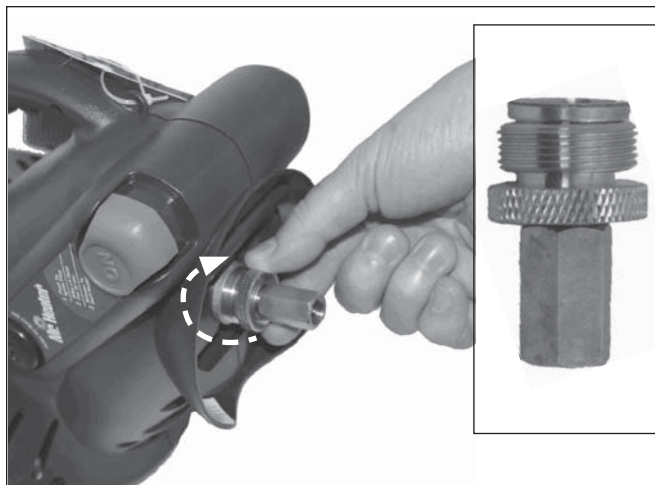
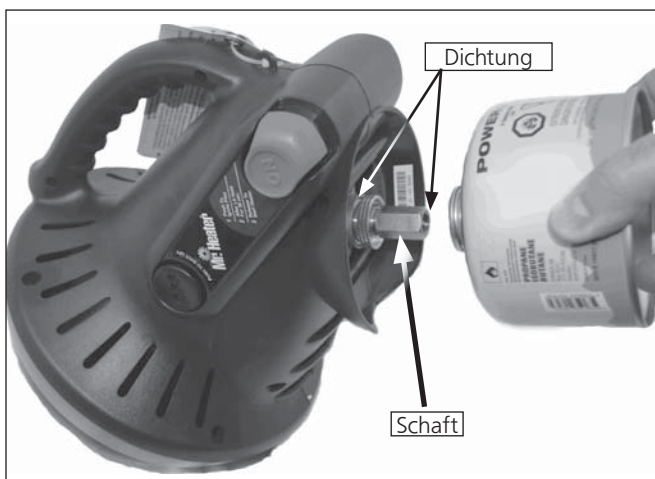

Abbildung 1
Abbildung 2
- Überprüfen Sie, ob die Dichtungen (zwischen dem Gerät und dem Gasbehälter) am richtigen Platz und in gutem Zustand sind, bevor Sie das Gerät an den Gasbehälter anschließen. Kein Gerät benutzen, das beschädigt ist oder abgenutzte Dichtungen hat. Verwenden Sie kein Gerät, das undicht oder beschädigt ist oder nicht ordnungsgemäß funktioniert. Siehe Abbildung 2.
- Für Gebrauch mit dem Butan/Propan-Gemisch (G30+G31): Den Messingadapter im Uhrzeigersinn in den tragbaren Heizgerät-Regler schrauben (von unten) bis er fest sitzt. Siehe Abbildung 1. Kein Gewindedichtmittel an diesem Anschluss verwenden. Die Butan/Propan-Gemisch (G30+G31)-Kartusche in den Adapter schrauben (im Uhrzeigersinn); sobald der Adapter-Schaft sich zu drehen beginnt ist die Kartusche angeschlossen und kann in den Ständer gestellt werden. Siehe Abbildung 2.
- Die „AN“-Taste 30 Sekunden lang drücken, um die Pilotflamme anzuzünden (wiederholen, bis das Kontrolllicht aufleuchtet) und weiterhin für 30-60 Sekunden halten. Siehe Abbildung 2. ANMERKUNG: Aufflackerungen sind beim Anzünden des Gerätes üblich. Gesicht und brennbare Gegenstände vom Gerät fernhalten.